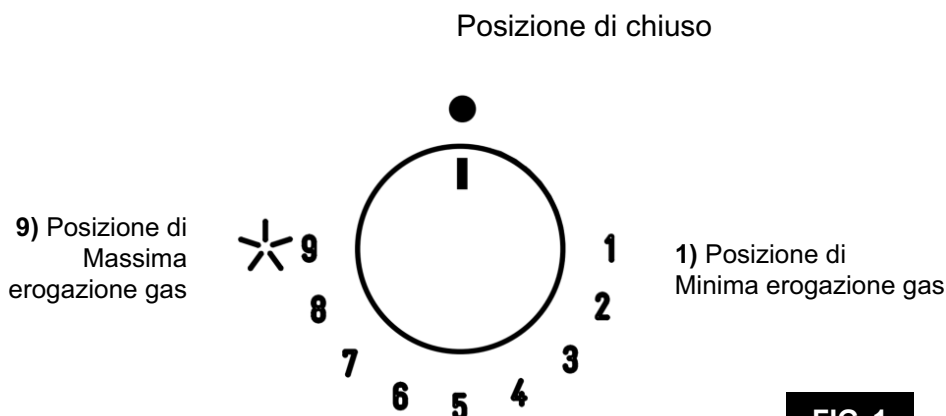

FIG. 1
Premere e ruotare in senso antiorario la manopola corrispondente al bruciatore da usarsi, portarla sulla posizione di massimo  (Posizione 9, fig. 1) quindi premere la manopola a fondo, il rubinetto è dotato di una scala di 9 posizioni, ad ogni scatto la fiamma si riduce fino ad arrivare alla posizione di 1, cioè alla minima erogazione di gas.
Con i bruciatori dotati di termocoppia di sicurezza, si deve ruotare in senso antiorario la manopola corrispondente al bruciatore da usarsi, portarla sulla posizione di "Massimo" (posizione 9 fig. 1) sino ad avvertire un piccolo fermo quindi premere la manopola. Ad accensione avvenuta mantenere premuta la manopola per circa 10 secondi.
- Quando si è giunti all'ebollizione portare la manopola in posizione di "Minimo" (Posizione 1 fig. 1).
- *L'accensione dei bruciatori con termocoppie di sicurezza può avvenire solamente quando la manopola è sulla posizione di Massimo "9" (fig. 1).*
- accendere il bruciatore e mettere la manopola sulla posizione di "Minimo" (fiamma piccola fig. 1).